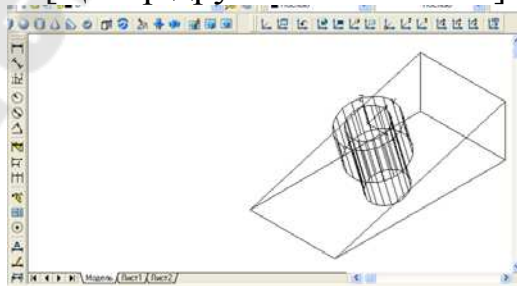

Рис. 9.7 – Построения внутреннего цилиндра
- 2) Построить цилиндр  (см рис.9.7)